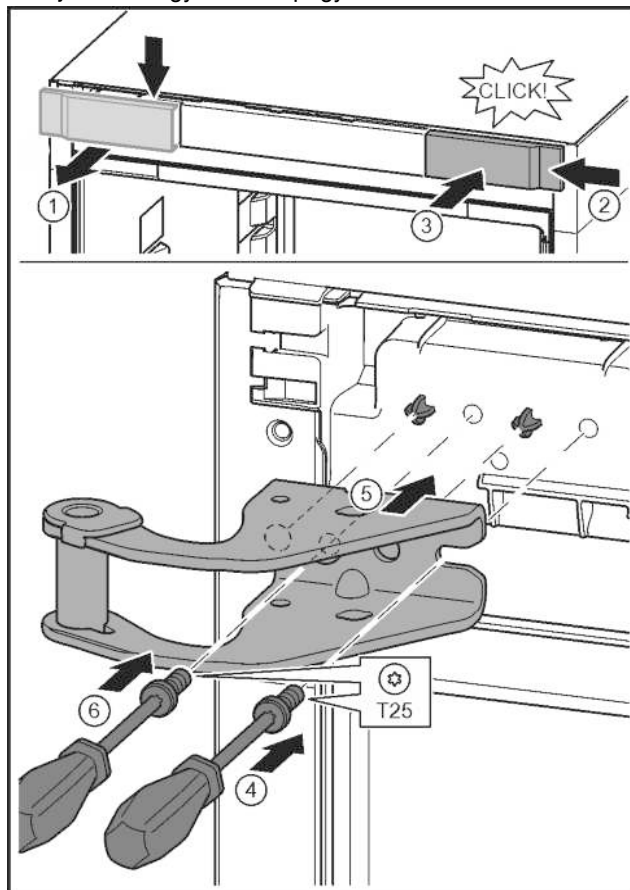

Fig. 14
- Oldja ki a fedelet, és oldalt vegye le. Fig. 14 (1)
- A fedelet 180°-kal elfordítva akassza be a másik oldalra jobbról. Fig. 14 (2)
- Pattintsa be a fedelet. Fig. 14 (3)
- T25 csavarhúzóval helyezze fel a csavarokat. Fig. 14 (4)
- Helyezze fel a felső csapágybakot. Fig. 14 (5)
- Húzza meg a csavart. Fig. 14 (4)
- A T25 csavarhúzóval helyezze be és húzza meg a csavart. Fig. 14 (6)